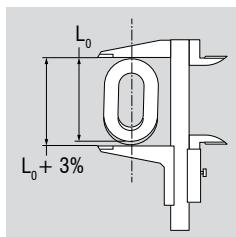

Abb. 10: Unzulässiger Verschleiß oder Dehnung an einem Kettenglied
- Unzulässiger Verschleiß oder Dehnung an einem Kettenglied liegt z. B. dann vor, wenn das Nennmaß der inneren Länge um 5 % überschritten ist. Dies entspricht einer äußereren Längung von 3 % (Abb. 10)